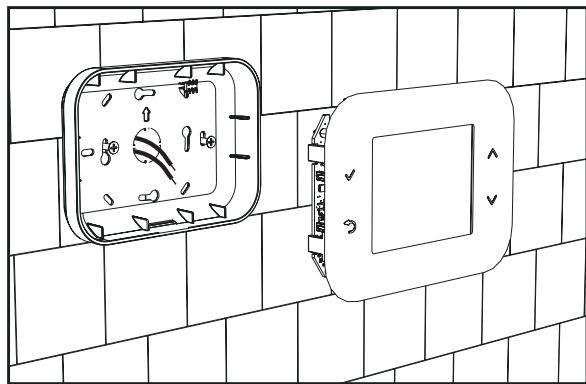

fig. 7
2. Fissare il pannello posteriore direttamente sulla parete o su scatole di derivazione da 2 o 3 moduli tramite le sedi per viti, facendo attenzione a fare passare i cavi nella feritoia come indicato in fig. 7.